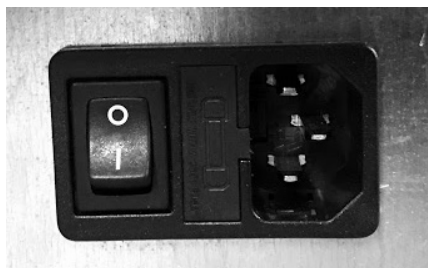

Fig. 40 - Toma de corriente con interruptor general
- Conectar el cable de alimentación primero en la parte posterior de la estufa (véase **Fig. 40**) y después en una toma de corriente en la pared.
- El interruptor general 0/I (véase **Fig. 40**) tiene que ser activado sólo para encender la estufa, en caso contrario es aconsejable dejarlo apagado.